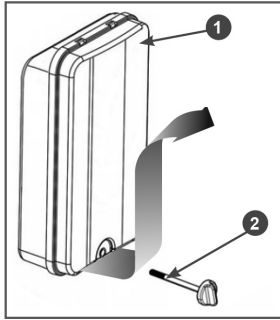

Рис. 16 Снятие крышки воздушного фильтра
1. Открутите винт 2 крепления крышки воздушного фильтра. Далее оттяните нижнюю часть крышки 1 воздушного фильтра на 2-3 см от корпуса воздушного фильтра, после чего потяните её вверх и снимите с корпуса (Рис. 16).